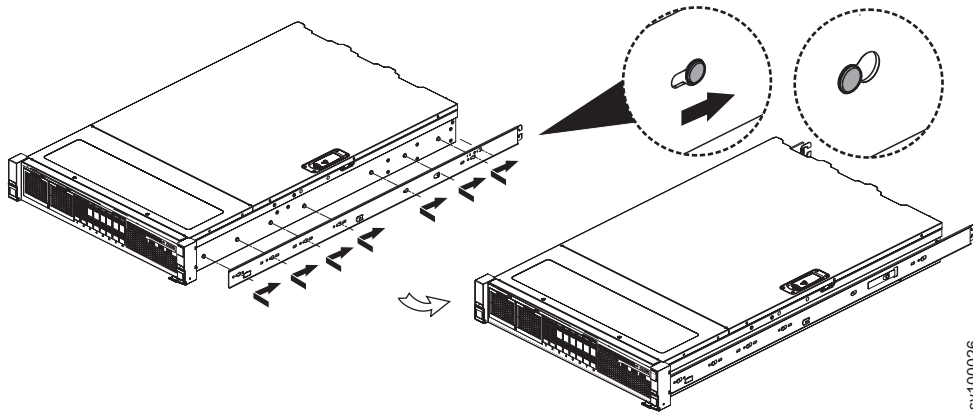

図 23. シャーシへのレールの内部セクションの取り付け
4. レールの内部セクションをシャーシに取り付けます。ねじは不要です。内部セクションの穴をアプライアンスの側面のピンの頭に合わせてから、レールをアプライアンスの後方にスライドさせてロックします (図 23 を参照)。